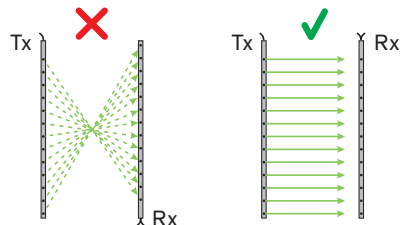

Figure 5: Disposition Emetteur/Récepteur
- la barre de l'émetteur à la barre du récepteur ne soit pas montée à 180° dans le mauvais sens. Cela signifie que les câbles de raccord des barres optiques **doivent** être amenés vers le haut (Figure 5).